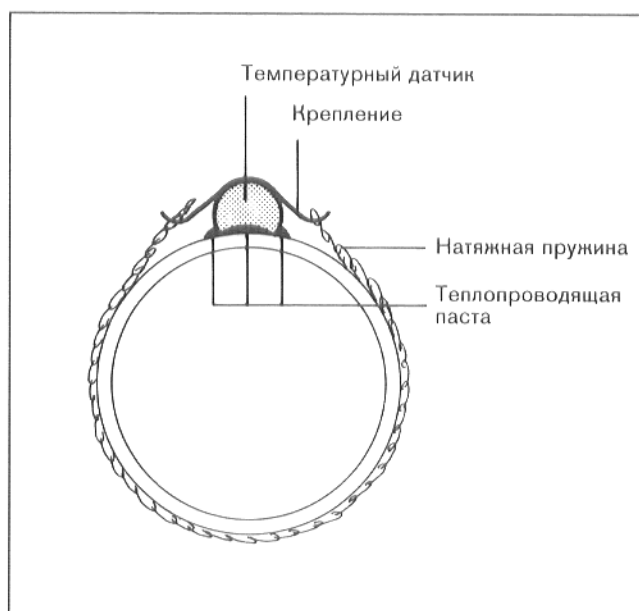

Рис. 2
4. Вдеть натяжную пружину в крепление и обвести вокруг трубы подводящего контура отопления. Крепко придавить крепление и датчик к трубе подводящего контура отопления. Натянуть натяжную пружину и зацепить у крепления (рис. 2).